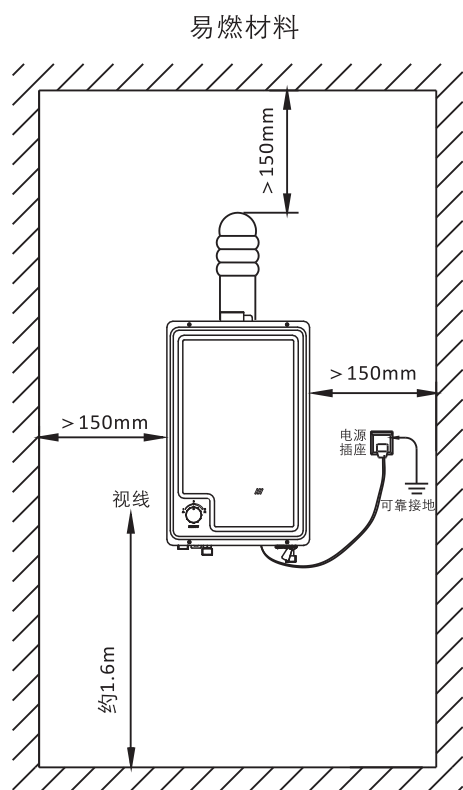

图2
- 热水器与可燃物品应保持不小于150mm的距离（如图2所示距离），挥发性的可燃物品需远离热水器，例如汽油、柴油、酒精等。
- 必须使用本热水器所配用的专用排烟管，安装方法见图2所示。如排烟管较短可根据需要适当加长。